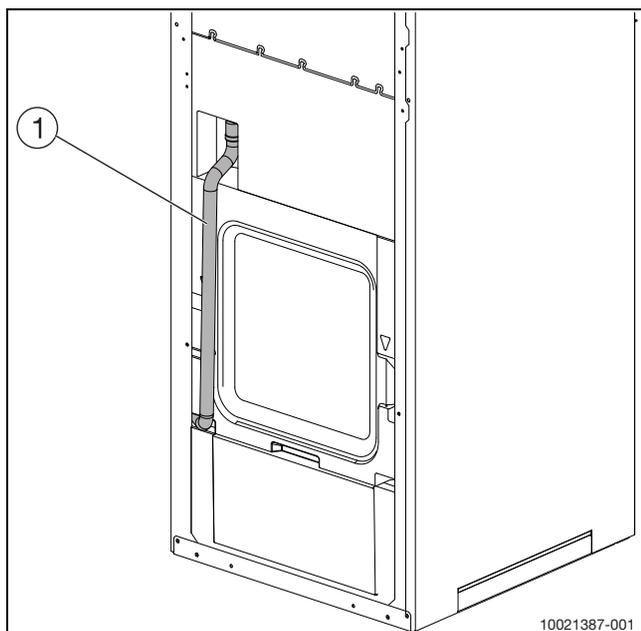

Fig. 13 Vue arrière du tuyau d'évacuation
- Raccorder de manière conforme le tuyau d'évacuation à l'arrière de l'appareil (voir fig. 13).